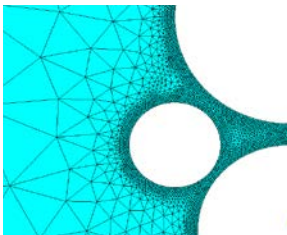

图 1-3 有限元法单元划分示意图
(1) 将一个表示结构或连续体的求解域离散为若干个子域(单元),并通过它们边界上的结点相互联结为一个组合体,如图 1-3 所示。